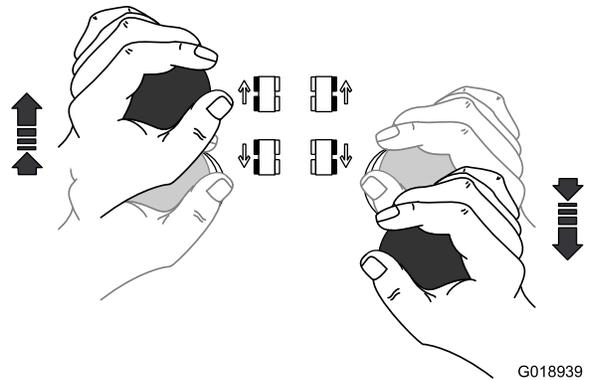

Figura 41
- Para girar la máquina **a la derecha**, sujete ambas palancas de control de tracción con las manos, empuje la palanca de control de tracción izquierda hacia adelante y tire de la palanca de control de tracción derecha hacia atrás (Figura 41).